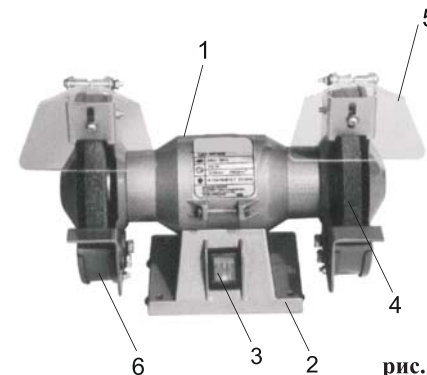

рис. 1
4.1 Общий вид точила представлен на рис. 1